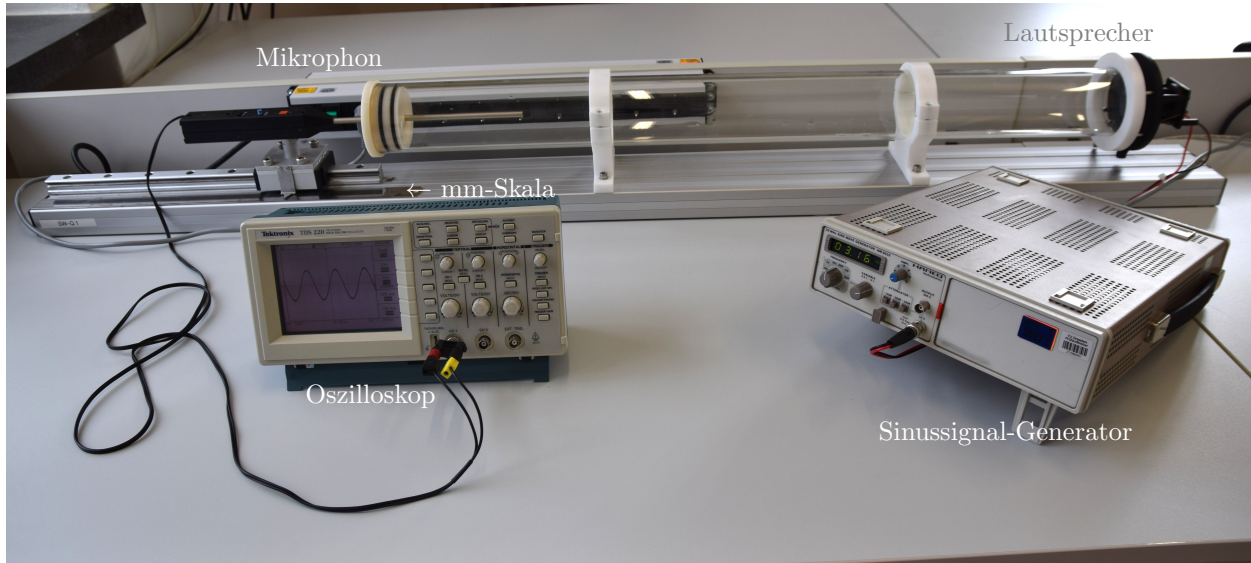

Abb. 4: Aufbau nach Kundt
- Das Glasrohr ist an einer Seite mit einem Lautsprecher, an der anderen mit einer Wand abgeschlossen. Durch die Wand wird ein Mikrophon in das Rohr eingeführt. Der Lautsprecher wird mit einem Sinussignal-Generator HM8032 angeregt. Im Resonanzfall bilden sich im Rohr stehende Wellen aus. Der Verlauf des Schalldruckes wird über der Rohrlänge mit dem Mikrophon gemessen (siehe Abb. 4). Es werden drei Frequenzen f zwischen 2,5 und 3,5 kHz benutzt. Die garantierte maximale Abweichung der Frequenz ist kleiner als $0,1\% \pm 1$ Digit. Der Effektivwert der Spannung sollte etwa 0,06 bis 0,08 V betragen, was einer Einstellung mit -20 db Dämpfung bei auf fast Minimum eingestellter Amplitude am Generator entspricht.